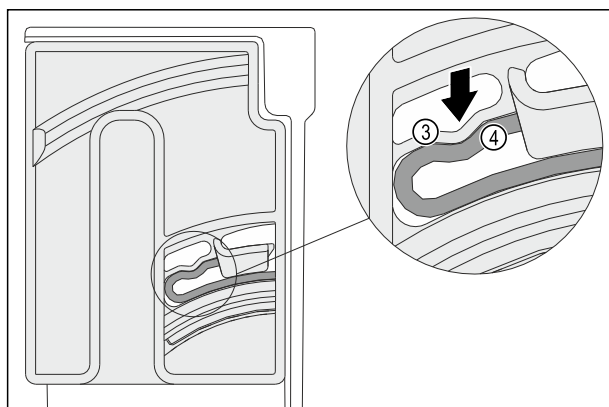

Fig. 138
- A forgatóegység elastikus eleme Fig. 138 (3) hallhatóan bepattan a borda Fig. 138 (4) kerek részébe.